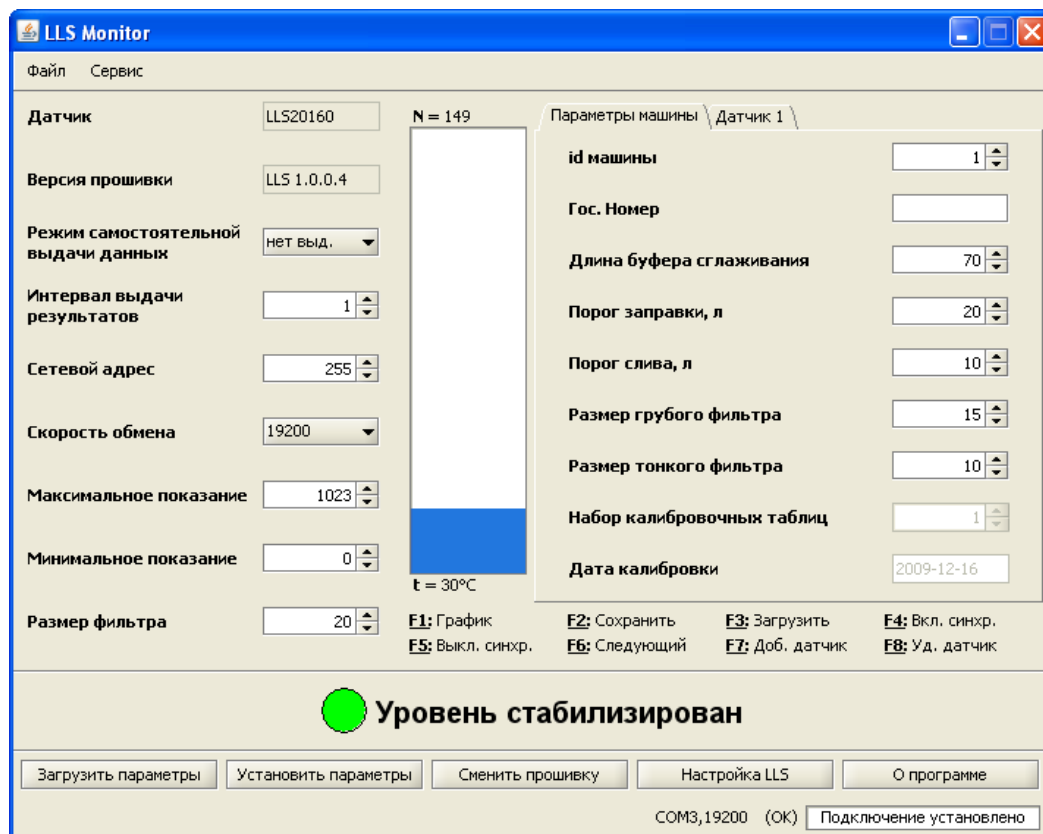
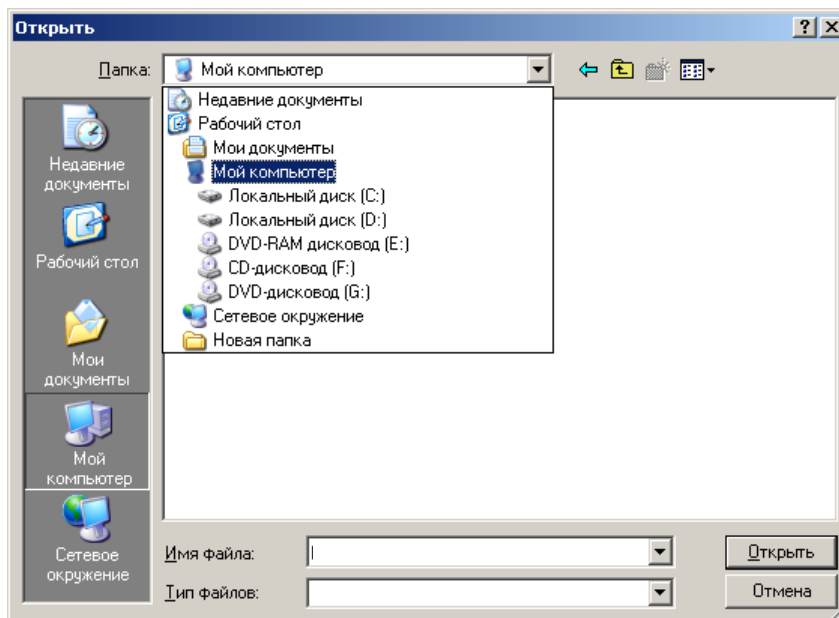

Рисунок 10
Рисунок 20
- 2) Запустить программу LLS Monitor. Откроется главное окно программы (Рисунок 10), в котором отображены текущие настройки подключенного изделия.
- 3) Если все параметры указаны верно, в главном окне программы отобразятся текущие настройки изделия и в нижней части окна появится надпись: «Подключение установлено» (Рисунок 10).
- 1) Нажать кнопку «Настройка LLS» (Рисунок 10). Настройку производить в том топливе, в котором данное изделие будет работать.
- 3) Нажать кнопку «Сменить прошивку» в окне программы LLS Monitor (Рисунок 10). Откроется окно (Рисунок 20), в котором указать путь к файлу новой версии встроенного программного обеспечения, выбрать файл и нажать кнопку «Открыть».
- 1) При необходимости изменить режим выдачи данных на автоматическую выдачу данных по умолчанию (после подачи питания на изделие) в символьном или бинарном виде (Рисунок 10).
- 2) Установить значение интервала выдачи данных (от 1 до 255 сек.) для периодической и автоматической выдачи данных (Рисунок 10). Значение по умолчанию – 1 сек.
- 4) Установить значение диапазона измерения (от 1 до 4095). (Рисунок 10). Значение по умолчанию – 4095. Значение для работы с Регистратором уровня топлива FMS – 1023.
- 5) Установить значение смещения диапазона измерений (от 0 до 1023) (Рисунок 10). Значение по умолчанию – 0. Значение для работы с Регистратором уровня топлива FMS – 0. (Пример использования смещения и диапазона измерения приведен в Приложении И).
- 6) В случае необходимости изменить значение скорости обмена данными (Рисунок 10). Значение по умолчанию – 19200 бит./сек.
- 2) Включить сетевой режим работы изделия в главном окне программы (Рисунок 10)
- 3) Установить сетевой адрес изделия в главном окне программы (Рисунок 10). Сетевой адрес должен быть индивидуален для каждого изделия. Интервал значений сетевых адресов от 1 до 254.
- 4) Установить значение интервала выдачи данных (от 1 до 255 сек.) для периодической и автоматической выдачи данных (Рисунок 10). Значение по умолчанию – 1 сек.
- 5) Установить значение диапазона измерения (1 до 4095). (Рисунок 10). Значение по умолчанию – 4095. Значение для работы с Регистратором уровня топлива FMS – 1023.
- 6) Установить значение смещения диапазона измерений (от 0 до 1023) (Рисунок 10). Значение по умолчанию – 0. Значение для работы с Регистратором уровня топлива FMS – 0. (Пример использования смещения и диапазона измерения приведен в Приложении И).